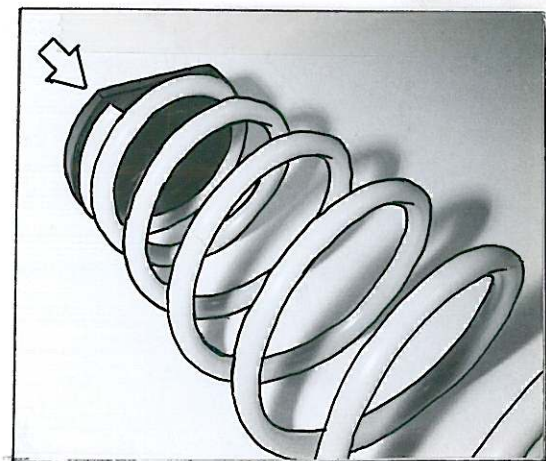

Fig. 2
5. Push the auxiliarspring C on springseat A as shown in figure 2.
5. Drück Zusatzfeder C auf Federteller A laut fig. 2.
5. Forcer le ressort de renfort C sur la coupelle A suivant fig. 2.
5. Tryck hjälpfjäder C på fjädersäte A. Enligt fig. 2.